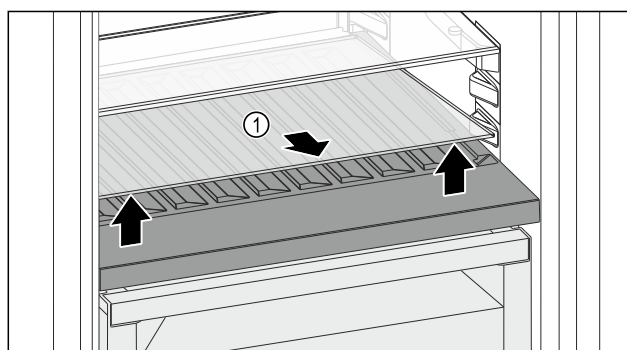

Fig. 108
- Podnieść płytę szklaną Fig. 108 (1) z przodu przy zagłębieniu i wyciągnąć.
- Przechować płytę szklaną Fig. 108 (1) w bezpiecznym miejscu poza urządzeniem.